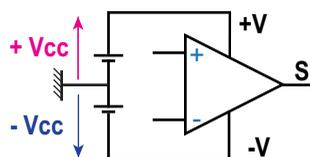

Fig. 8
- ✎ Avec une seule source de tension continue (Fig.8). Dans ce cas on parle de
- ✎ Avec deux sources de tensions continues (Fig.8). Dans ce cas on parle de polarisation symétrique, +V est reliée à +V_{cc}, -V est reliée à -V_{cc} et la masse du montage est le point commun entre les deux sources d'alimentation.